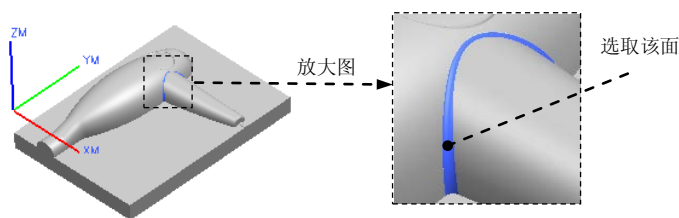

图 10.1.25 指定切削区域
Step2. 单击“切削区域”对话框中的 **全重选** 按钮，然后在系统弹出的“重新选择”对话框中单击 **确定 (O)** 按钮。
Step3. 选取图 10.1.25 所示的面为切削区域，在“切削区域”对话框中单击 **确定** 按钮，完成切削区域的创建，同时系统返回到“轮廓区域”对话框。